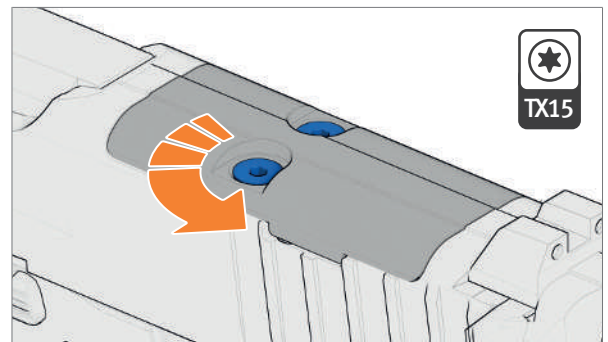

Abb. 39: Schrauben lösen
2. Schrauben lösen und entnehmen (Abb. 39).